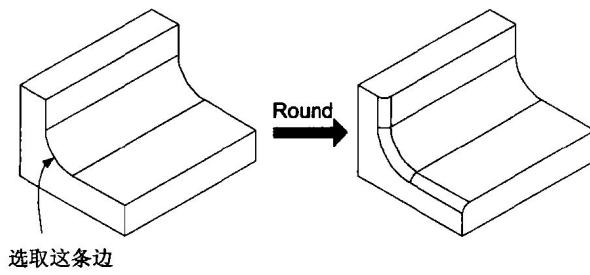

图 1.13
- **Tangent Chain:** 选取连续相切的边为欲倒圆角的边，此为默认的选项，也就是说，在做圆角时，若所选的边与其邻接边相切，则圆角将一直延伸至相切的邻接边，直到不相切为止。如，图 1.13 就是以 Edge Chain → Tangent Chain 的方式选取边做圆角。